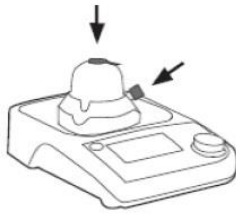

図 7
9. 希望する量のフォームを吸引したら、トップシールとキャップを閉じる(図 7)。残ったフォームは、15 分以内であれば低速攪拌しながらカプセル内に残しておき、後で吸引することが可能である。